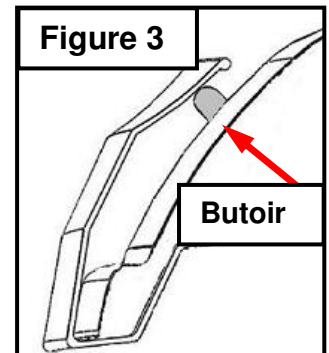

Figure 3
6. Attach rubber bump-on to the factory hood where the corners of the Hood Shield are closest to the hood. **(Figure 3)** **Clean area first with isopropyl alcohol and remove adhesive backing from bump-on and apply to hood.**
6. Installez les butoirs en caoutchouc sur le capot original ou les coins du protecteur de capot sont les plus près du capot. (**Figure 3**) **Nettoyez la surface avec de l'alcool isopropylique et enlevez l'endos protecteur du butoir pour ensuite l'appliquer sur le capot.**